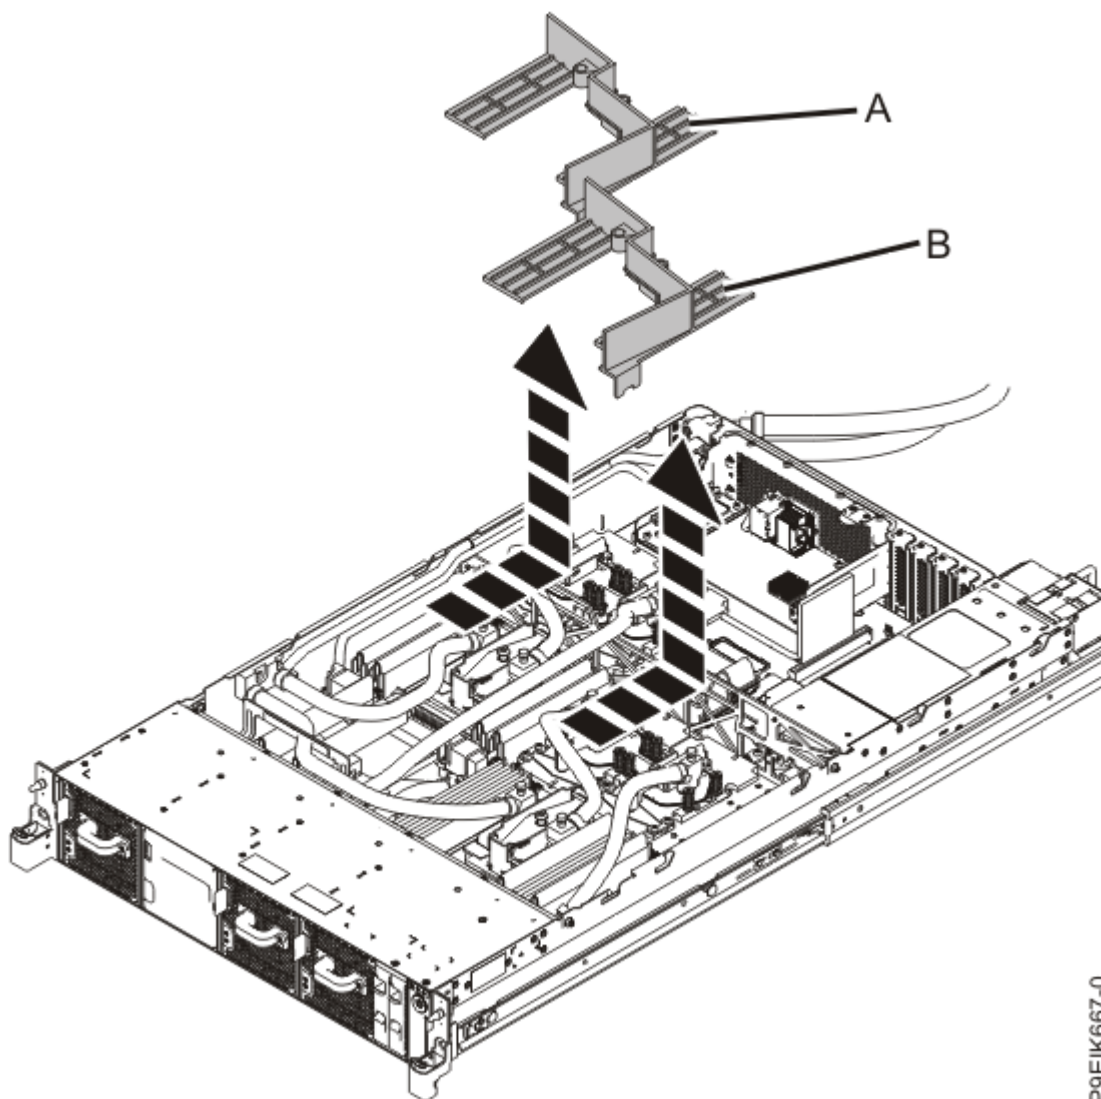

Figure 65. Retrait des grilles d'aération de la mémoire
5. Retirez les grilles d'aération **(A)** et **(B)** comme illustré à la Figure 65, à la page 70.